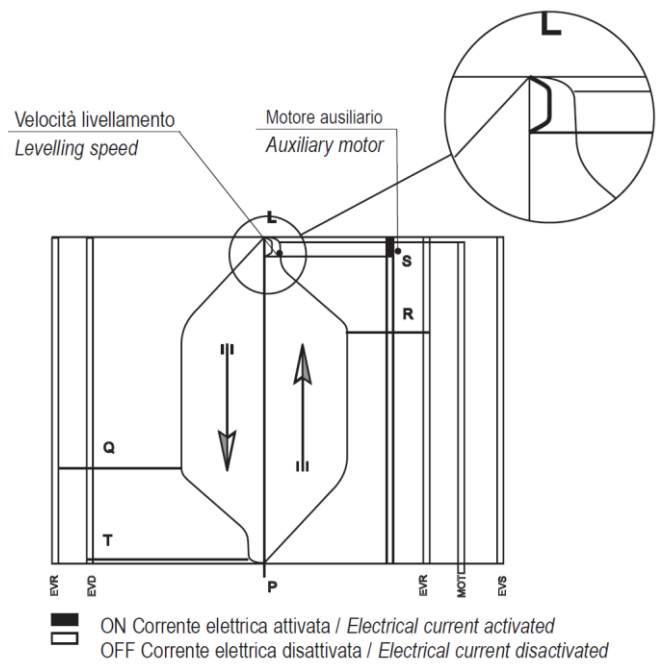

Fig. 40 – Diagramma della velocità di cabina
- Il diagramma della velocità di cabina è quello di Fig. 40